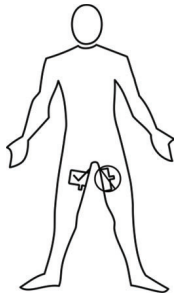

Figura 2: Orientação de aplicação
- Assegure-se de que a extremidade mais longa da almofada está mais próxima do local de aplicação de RF e está em contacto total com a pele. Consulte a Figura 2.
7. Durante a aplicação do elétrodo, massage toda a superfície do elétrodo dispersivo para assegurar o contacto adequado com a pele do paciente (Figura 2). Após a aplicação, inspecione cuidadosamente o elétrodo para assegurar-se de que aderiu totalmente.